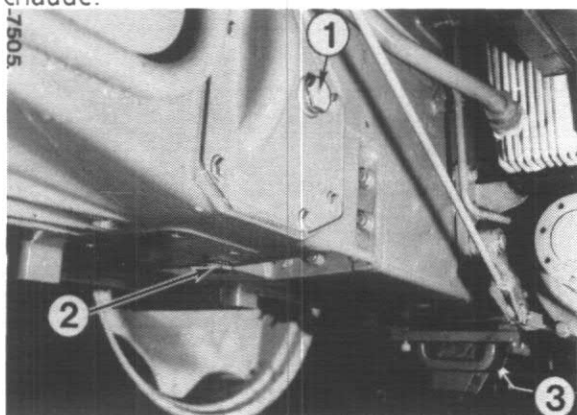

Figure 4
Bouchons de vidange (Fig. 4)	max. 10
Enlevez les deux bouchons de vidange (2 et 3, Fig. 4) et le bouchon de niveau d'huile (1) et laissez l'huile s'écouler quand la machine est chaude.
- Remettez en place les bouchons (1-3, Fig.4) en utilisant des rondelles-joint neuves et serrez au couple requis.